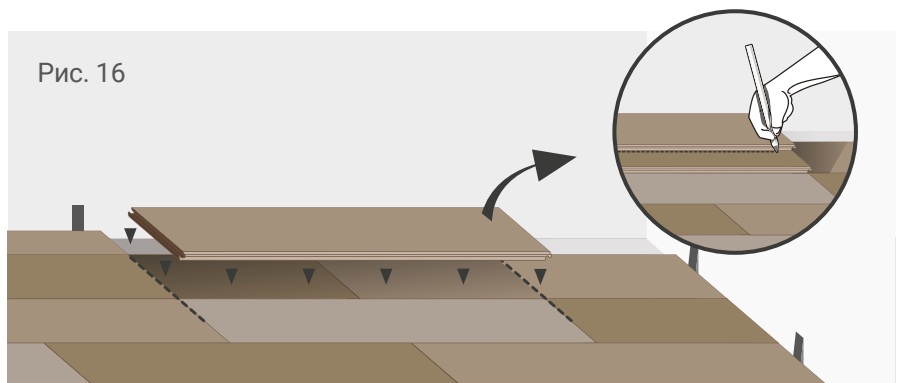

Рис. 16
- начертить карандашом линию на второй планке (см. рис. 16). Отрезать планку по прочерченной линии уложить для завершения ряда.